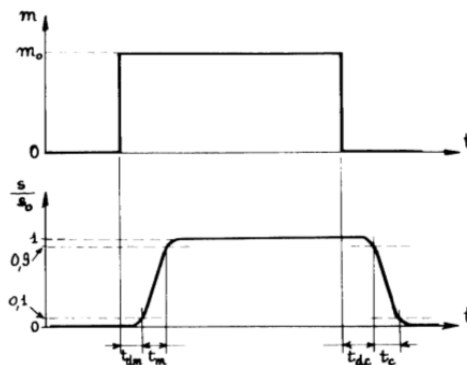

FIGURE 2.11 – Temps d'établissement
**Remarque :** le temps de réponse  $\neq$  temps de montée car cela comprend aussi les éventuels retards de la chaîne ou du capteur. De plus, nous n'arrivons jamais à 1 (Figure 2.11) car  $1 - e^{-t/\tau} \neq 1$ , on prend donc une caractéristique entre 10 et 90%.